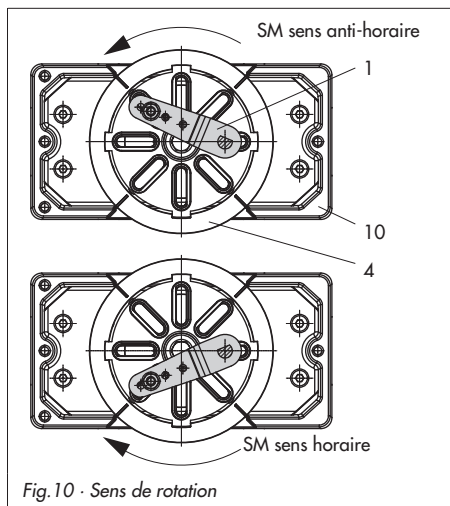

Fig. 10 · Sens de rotation
8. Placer le positionneur sur le boîtier (10) et le fixer. Orienter le levier (1) de sorte que son palpeur pénètre dans la fente correspondante en tenant compte du sens d'action du servomoteur (Fig. 10).